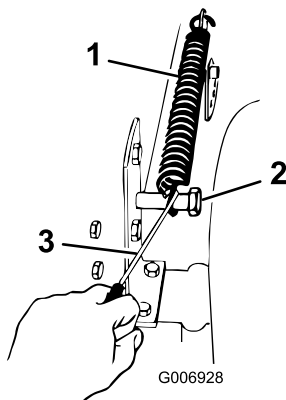

Bild 43
9. Nehmen Sie die hubgestützte Feder zwischen der Hubhalterung rechts am Mähwerk und die Befestigungsschraube ab (Bild 43).